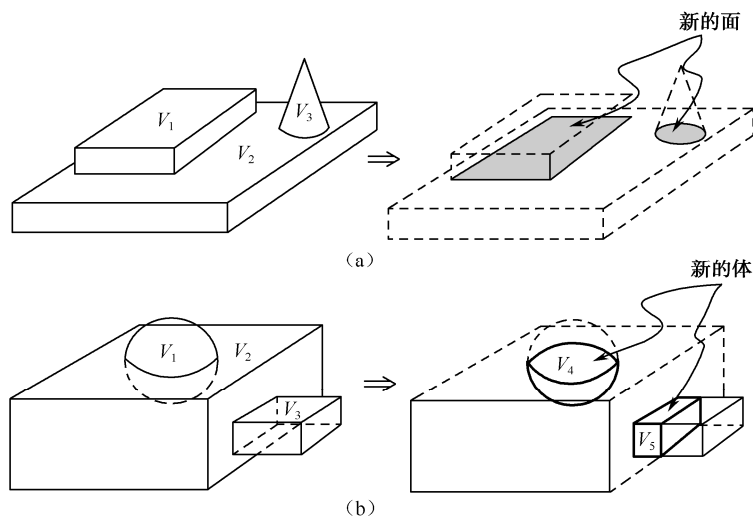

图 2-10 体的两两相交示意图
(9) 体的两两相交：生成新的面或体，其示意图如图 2-10 所示。